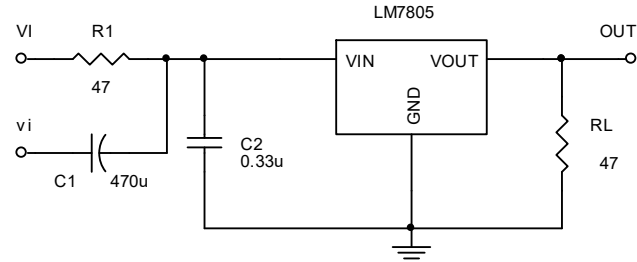

Fig.2. Determinarea stabilizării în raport cu rețeaua
• Realizați circuitul din Fig. 2. prin aplicarea în punctul  $V_I$  a unei tensiuni continue  $V_I=14V$  iar în punctul  $v_i$  a unei tensiuni sinusoidale  $v_i=2\sin 2\pi 120t [V]$ . Circuitul se realizează prin deconectarea  $J1$  cu  $J2$ ,  $J9$  cu  $J9$ ,  $J11$  cu  $J12$  și conectarea  $J3$  cu  $J4$ , și a  $J14$  cu  $J15$ .